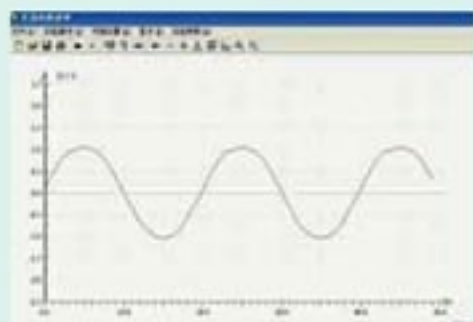

图 5.1-1 交流电压随时间变化的图象
**交变电流的变化规律** 从图 5.1-1 看出，学生电源中的交变电流似乎在按照正弦函数的规律变化。实际情况正是如此。